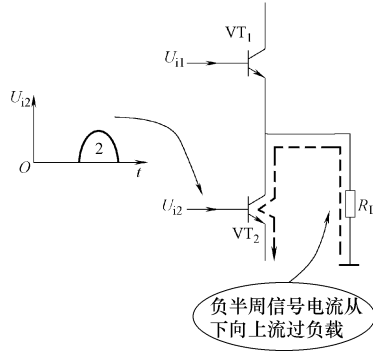

图 11-111 负半周信号回路示意图
3) 负半周情况分析。半周信号 1 过去后,另半周信号  $U_{i2}$  加到  $VT_2$  管基极,由输入信号  $U_{i2}$  使  $VT_2$  管进入放大区, $VT_2$  管放大这一半周信号, $VT_2$  管的输出电流方向如图 11-111 所示,从下而上地流过负载电阻  $R_L$ ,这样在负载电阻上得到负半周信号 2。 $VT_2$  管进入放大状态时, $VT_1$  管处于截止状态。